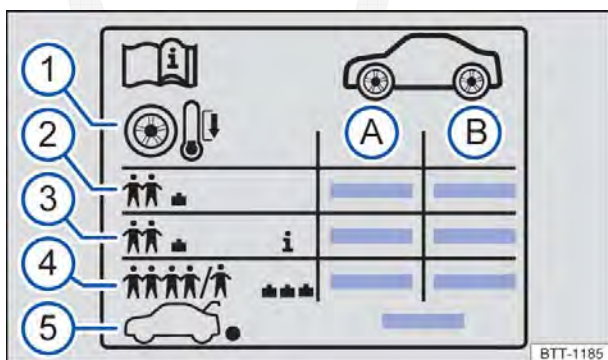

Fig. 206 Símbolos na etiqueta com as pressões dos pneus.
Indicações na etiqueta com as pressões dos pneus ⇒ Fig. 206:
Dependendo do veículo, a etiqueta com as pressões dos pneus pode ter uma pressão dos pneus de conforto ⇒ Fig. 206 ③. A pressão dos pneus de conforto possibilita aumentar o conforto da condução. Ao conduzir com a pressão dos pneus de conforto, pode aumentar o consumo de combustível.